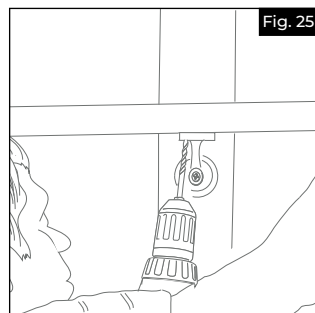

Fig. 25
- c. Después de instalar el pasamanos de manera temporal, taladrar el larguero del pasamanos con una broca de  $1\frac{3}{64}$ " y fijar al soporte con los sujetadores suministrados (Fig. 25).